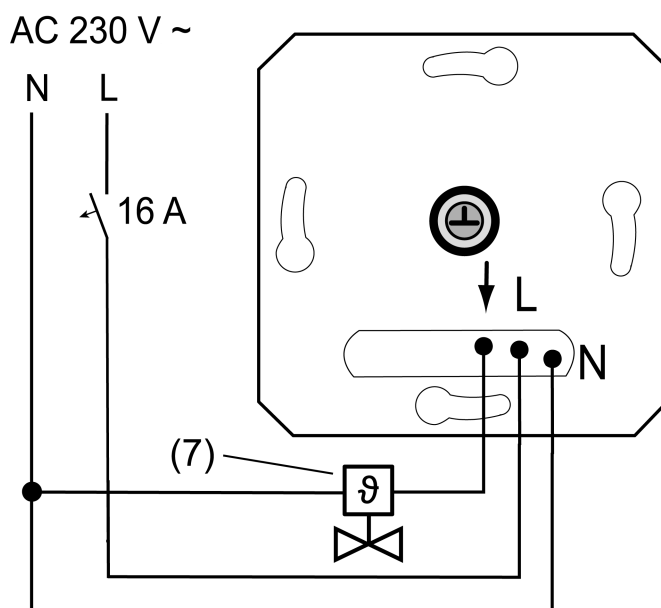
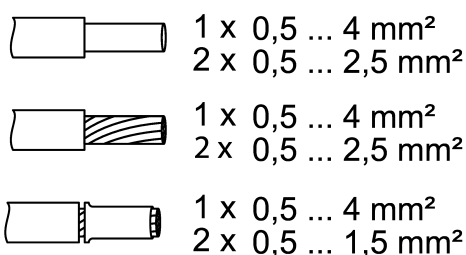

Bild 2: Anschlussbeispiel des Einsatzes
Bild 3: Klemmbarer Leiterquerschnitt
- Elektrothermischen Stellantrieb (7) an Einsatz (1) gemäß Anschlussplan (siehe Bild 2) anschließen. Leiterquerschnitte beachten (siehe Bild 3).